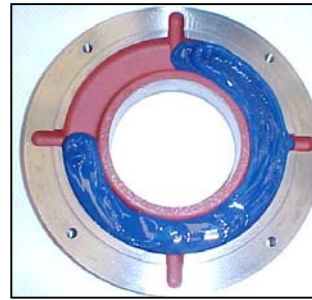

Рисунок 7.6. Внешняя крышка подшипника
- До начала сборки заполните смазкой рекомендованного типа до $\frac{3}{4}$ объема внутренней и внешней фиксирующих крышек (Рисунок 7.6) и смажьте подшипник качения с использованием достаточного количества смазки.